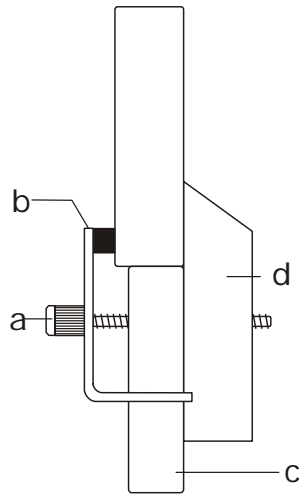

Fig. 5 Einbau des Kristalls in den Probenhalter (a Schraube, b Spannbacke, c Auflage, d fester Teil des Probenhalters)
- Spannbacke vom Probenhalter abnehmen und mittels Montageclip Glasstäbchen (aus U19205) im Probenhalter platzieren (siehe Fig. 5).
- Messarm auf Winkel $2\theta = 45^\circ$ einstellen. Dabei ist die Seite des Goniometers so zu wählen, dass einfallender und reflektierter Strahl auf der abgechrägten Seite des Probenhalters liegen (siehe auch Fig. 5).